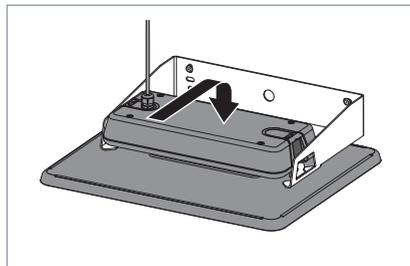

Fig. 6: Aggancio dell'apparecchio d'illuminazione al supporto a parete.
- ▶ Agganciare l'apparecchio d'illuminazione al supporto a parete, vedi Fig. 6.